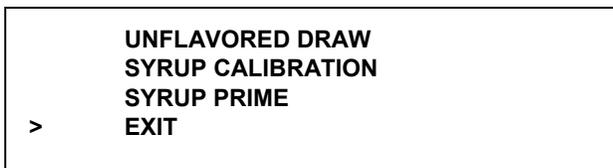

図33
21. CALIBRATION キーを押してメニュー画面を表示します。CALIBRATION キー、シェイク側のAUTOキー、及び OPTIONAL FLAVOR キーが点灯します。画面にはカリブレーションメニューオプションが表示されます(図33を参照)。